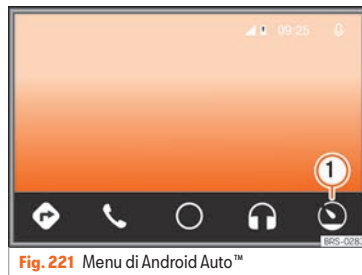

Fig. 221 Menu di Android Auto™
- Nel servizio Android Auto™ premere il tasto di funzione » **fig. 221 ①**.